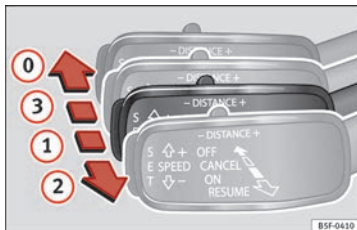

Abb. 198 Auf der linken Seite der Lenksäule: dritter Hebel für die Betätigung der automatischen Distanzregelung.
Es ist möglich, die ACC erneut zu aktivieren, indem Sie den Hebel auf Position ② **» Abb. 198** stellen.